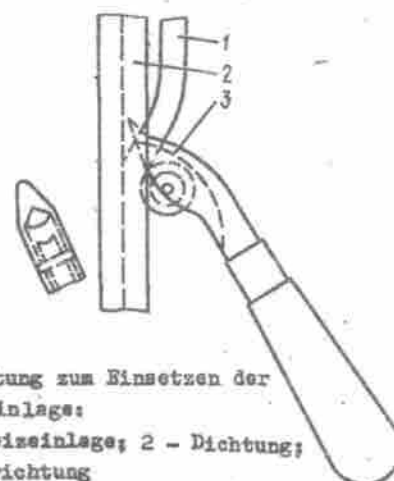

Bild 262. Vorrichtung zum Einsetzen der Spreizeinlage:
3. Mit Hilfe eines Führungsdorns die Spreizeinlage an der gesamten Länge in die Nut der Dichtung einsetzen (Bild 262).